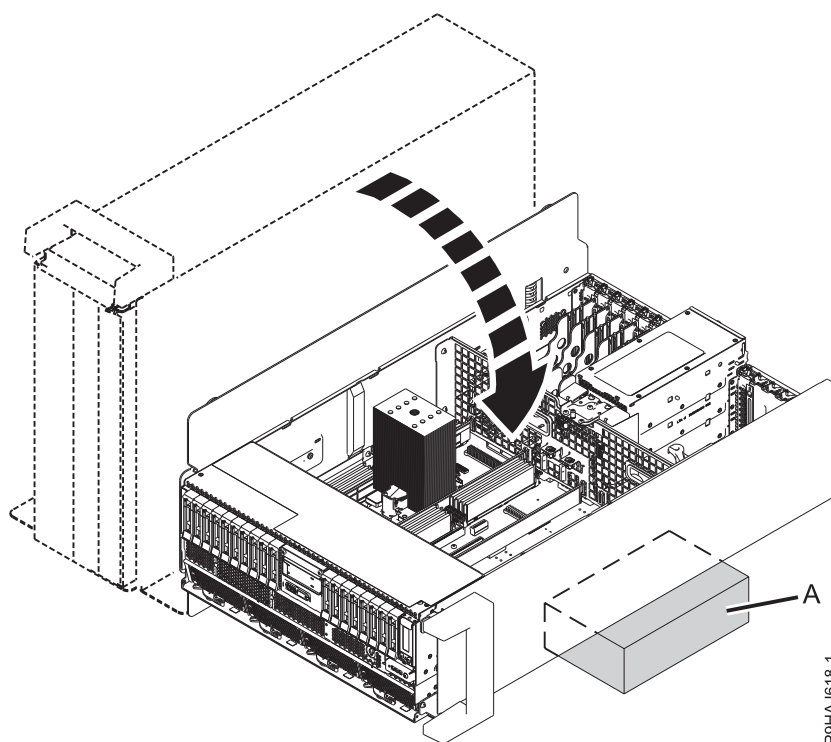

Figura 40. Inclinación del sistema autónomo a una posición horizontal
- d. Incline con cuidado el sistema autónomo de su posición vertical para que descanse en una posición horizontal. Coloque el sistema con el área de servicio abierta hacia arriba y con un soporte de 3 cm (1,5 pulgadas) (A) en su borde superior, como se muestra en la Figura 40. El soporte (A) se utiliza para evitar que se dañe el asa de plástico.